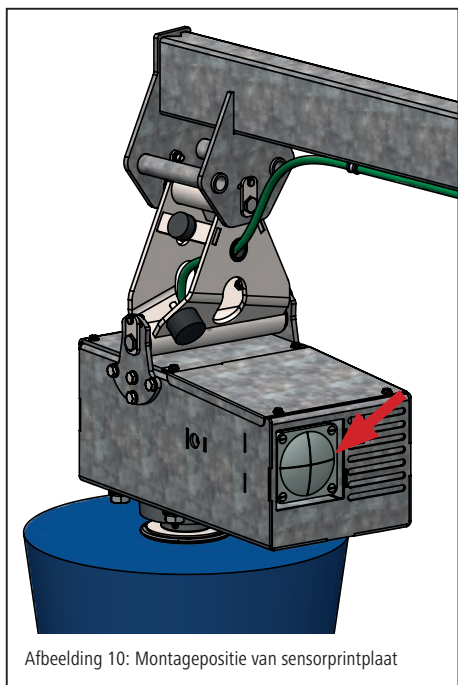

Afbeelding 8: Aansluitschema van printplaat met condensator - MaxiSwing
De cyclustijd is af fabriek ingesteld op 60 seconden. Indien nodig kan deze met behulp van het dip-switch-element op de printplaat (afb. 8 – pos. 1) op een waarde tussen 10 en 300 seconden worden ingesteld. De cyclustijd mag alleen na ruggespraak met de klantenservice van Kerbl opnieuw worden ingesteld.
Zekering 6, 3 A (afb. 8; pos 3+4) op de printplaat doorgebrand of losgeraakt.	<ul style="list-style-type: none"> • Besturing van het lichtnet loskoppelen en tegen opnieuw inschakelen beveiligen. • Controleren of de zekeringen stevig vastzitten. Defecte zekeringen vervangen. (Afb. 8 – pos. 3+4) • Wanneer bij de herstart na het vervangen van de zekeringen geen weergave op het display verschijnt, is de hoofdprintplaat defect.